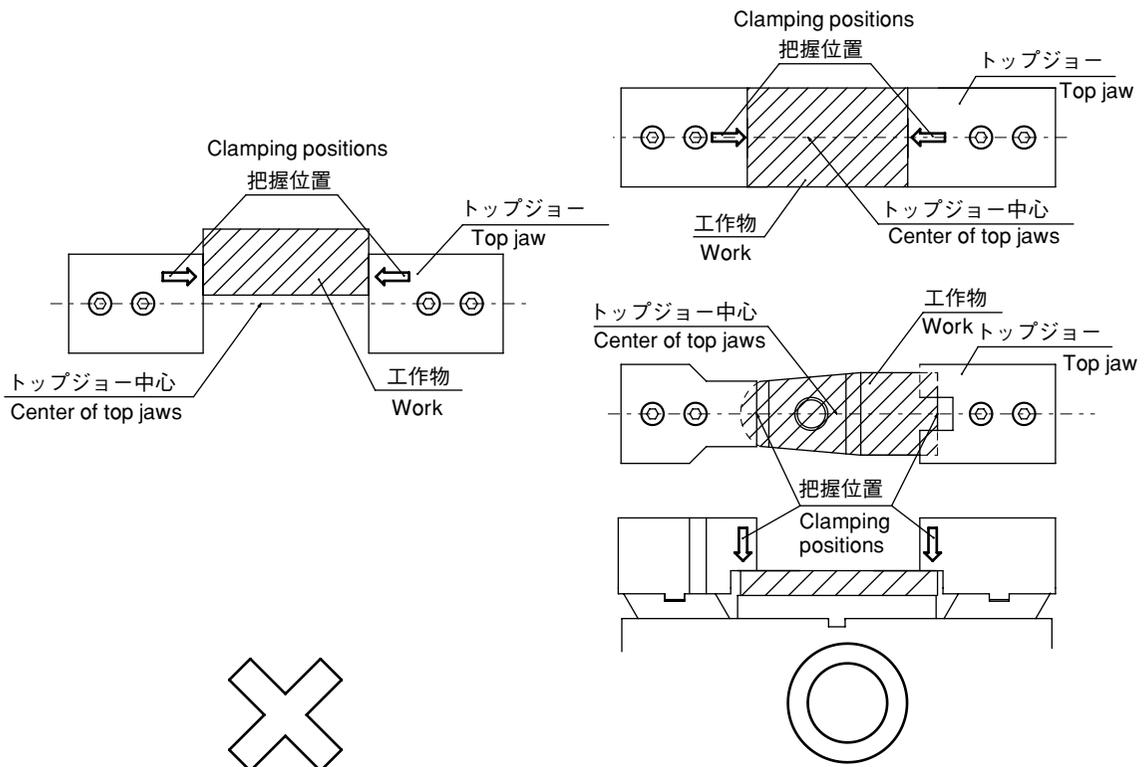
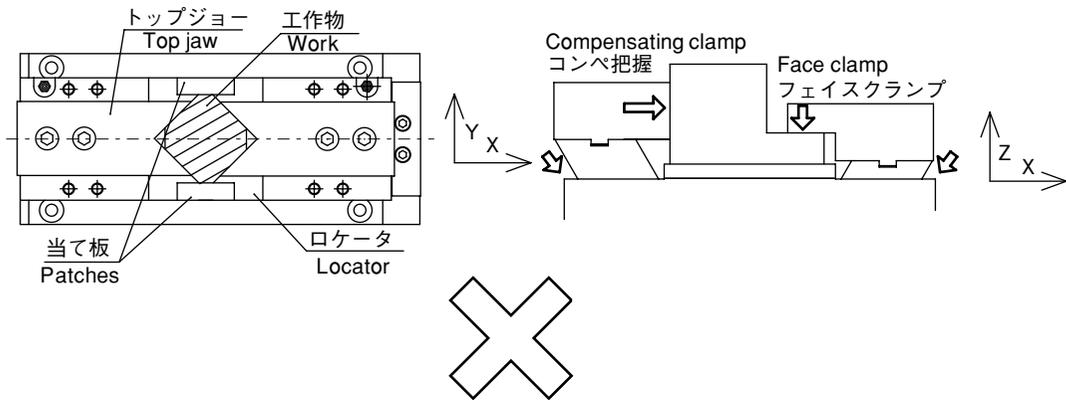

Fig. 3-10 把握例 Clamping Examples
Fig. 3-11 悪い把握例 Bad Clamping Example
- ① Fig.3-10のようにトップジョーが工作物を把握する際、把握位置がトップジョー中心にくるように把握を行ってください。片寄せた把握は行わないで下さい。精度不良及び部品破損の原因になります。
- ② 2つのトップジョーが同期した状態でコンベ把握・フェイスクランプを行ったり、2つのトップジョーを揺動したセンタリング把握を行うと工作物を正確に把握できなくなり、部品の破損につながったり、加工時に工作物が飛散する可能性があります危険です。
- ③ トップジョーを揺動状態で使用する際は、最大揺動量以上の誤差を生じる工作物を把握しないで下さい。把握した場合、正確な把握ができなくなり加工時に工作物が飛散する可能性があります危険です。また、治具モジュールの部品が破損する可能性があります。
- ④ Fig.3-11のようにトップジョーでY軸方向の規制を行わないで下さい。規制を行うと、ロケータでの位置決めが不安定になるばかりでなく、部品が破損し、正確な把握ができなくなり加工時に工作物が飛散する可能性があります危険です。
- ⑤ 2つのトップジョーでそれぞれコンベ把握とフェイスクランプというように異なる把握方法で使用しないで下さい。異なる把握をした場合、正確な把握ができなくなり加工時に工作物が飛散する可能性があります危険です。
- ① When the work is clamped with top jaws as shown in Fig. 3-10, the work must be positioned in the center between top jaws. Do not clamp the work disproportionately because it causes an accuracy failure and parts broken.
- ② When performing the compensating clamp / face clamp with two top jaws synchronized or the centralizing clamp with two jaws fluctuated, the work cannot be clamped correctly. As a result, parts may be broken or the work may be scattered in machining.
- ③ When using the top jaws under fluctuation state, do not clamp the work that the error of max. fluctuating amount or more occurs. If clamped, the work cannot be clamped correctly. As a result, parts may be broken or the work may be scattered in machining. Also, the parts of jig module may be broken.
- ④ Do not clamp the work with the top jaws in Y-axis direction as shown in Fig. 3-11. If clamped, the positioning of work by locators becomes unstable and the work cannot be clamped correctly. As a result, parts may be broken or the work may be scattered in machining.
- ⑤ Do not clamp the work with two top jaws in combination with the compensating clamp and the face clamp because the work cannot be clamped correctly. As a result, the work may be scattered in machining.